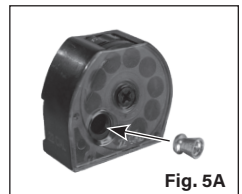

Fig. 5A
- Introduza a esfera pela ponta na parte anterior do carregador (Fig. 5A). Garanta que a esfera não fique projetada para fora do carregador. Se a esfera ficar projetada para fora, empurre-a para dentro.